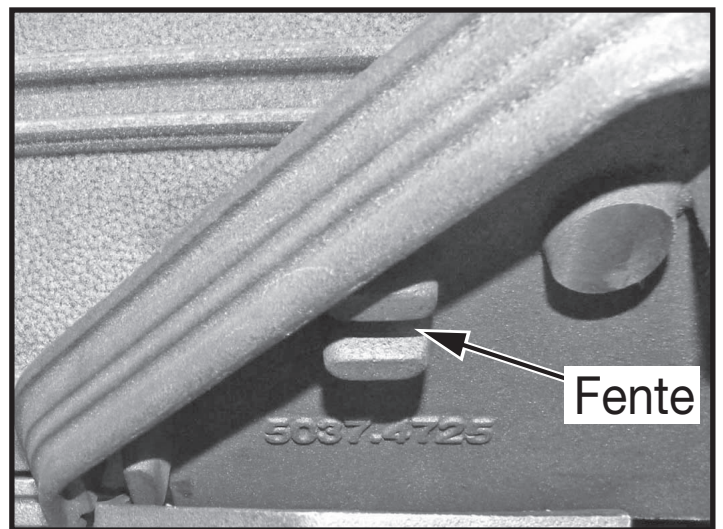

Figure 16: Fentes de positionnement sur la face inférieure du couvercle décoratif.
9. Assurez-vous d'engager le dessus des protecteurs de ventilateur dans les fentes situées sous le dessus décoratif en fonte (Figure 16).